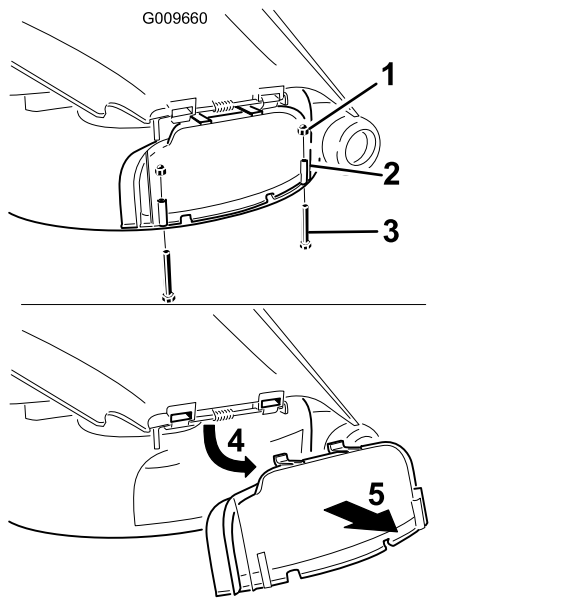

Bild 14
- Entfernen Sie die zwei Schrauben und Muttern, mit denen die Abdeckung des Auswurfkanals am Mähwerk befestigt ist (Bild 14).